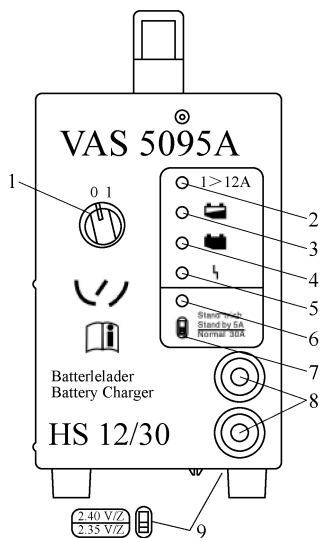

图 13-1-5 蓄电池充电机 VAS 5095A
(1) 蓄电池充电机 VAS 5095A 如图 13-1-5 所示